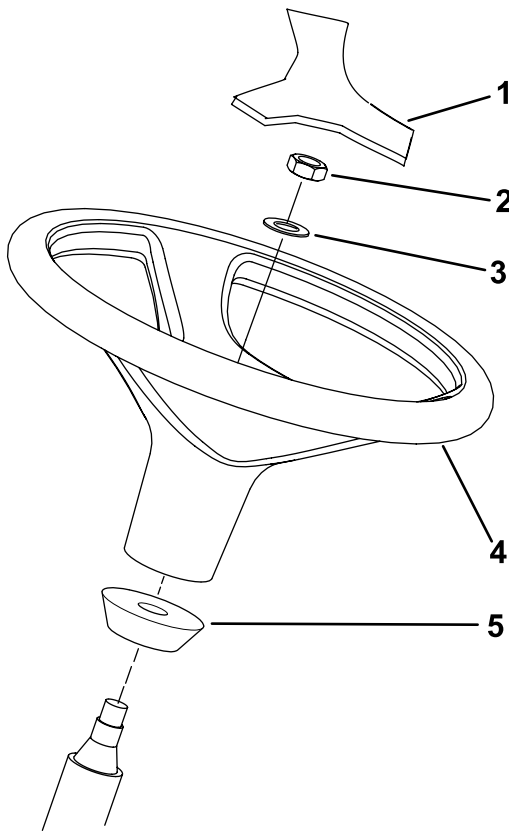

Bild 14
1. Nehmen Sie das Lenkrad von der Versandpalette ab (Bild 14).
Hinweis: Stellen Sie sicher, dass der Schaumkragen auf der Lenkwelle verbleibt (Bild 14).
- Ziehen Sie das Lenkrad und die Scheibe auf die Lenkwelle auf (Bild 14).
- Befestigen Sie die Abdeckung am Lenkrad (Bild 14).